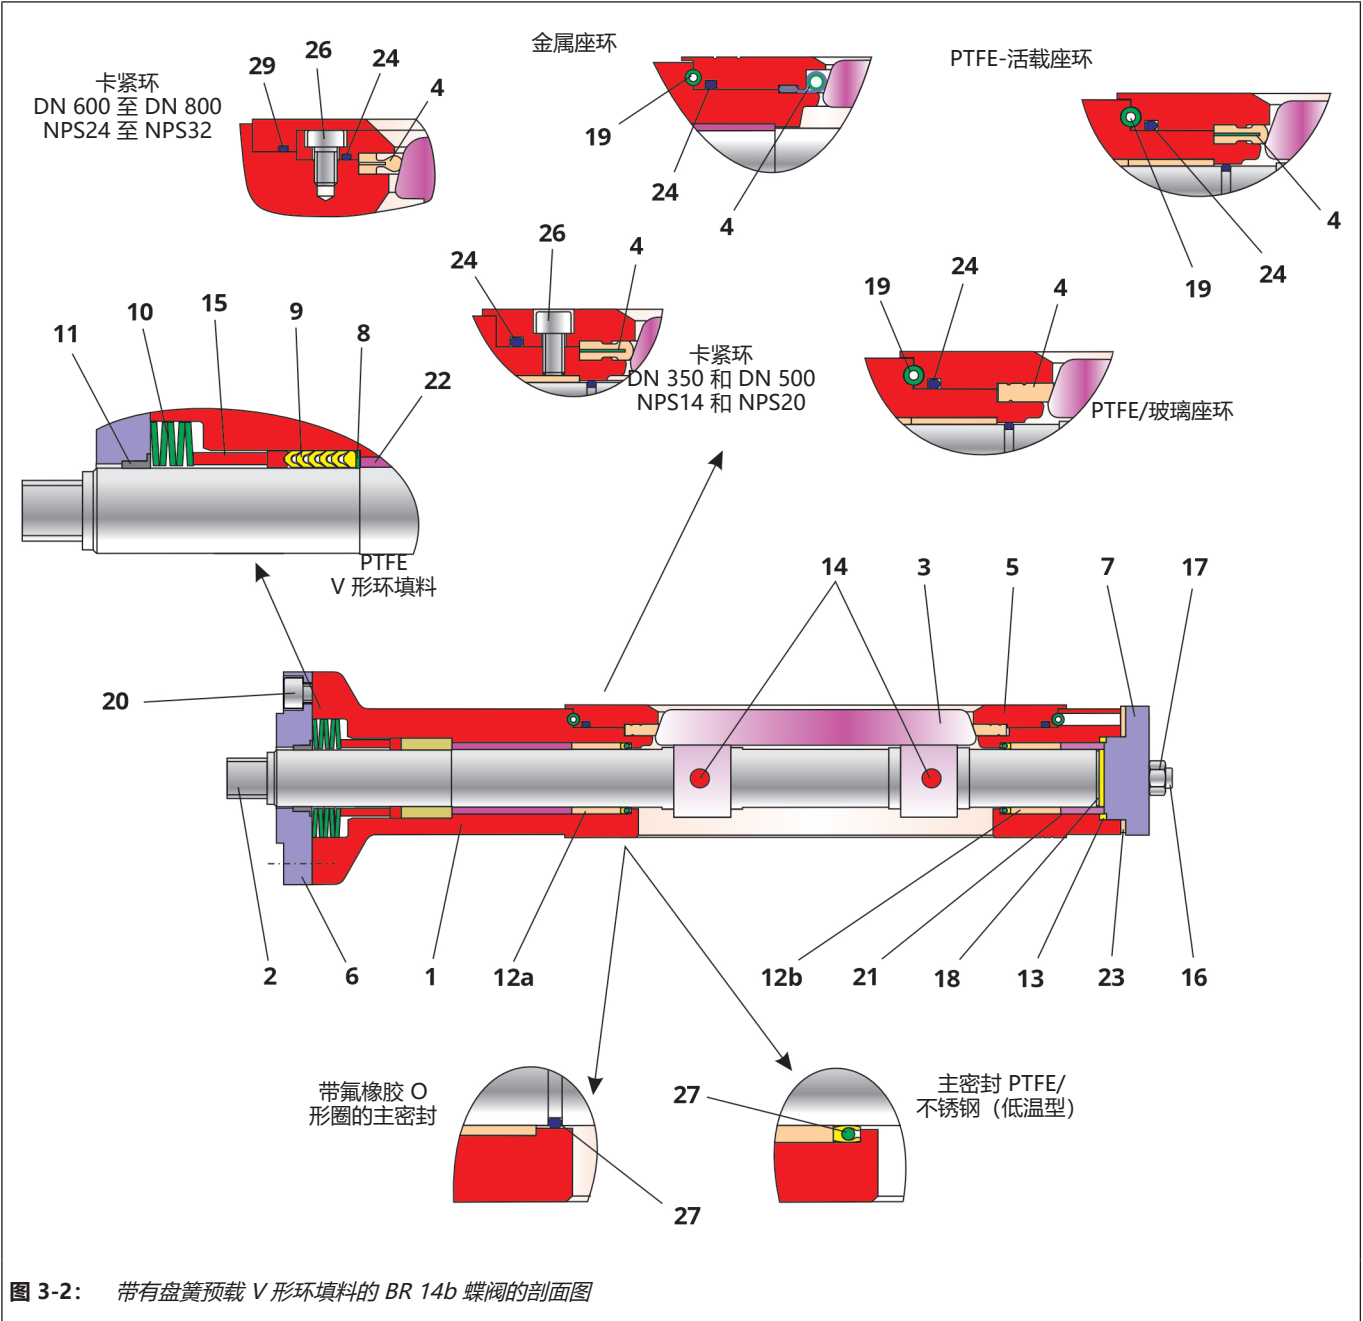

图 3-2： 带有盘簧预载 V 形环填料的 BR 14b 蝶阀的剖面图
- ⇒ 推动 PTFE V 形环填料 (9) 经过控制轴上方进入阀体孔径，且用组装套筒将其压入。请参阅剖面图 3-2，了解 V 形环填料的排布。
- ⇒ 推动止推环 (15) 经过控制轴，并在阀体中将其压入到位。
- ⇒ 插入盘簧组 (10)。请参阅剖面图 3-2，了解盘簧的排布。
- ⇒ 将轴承套 (11) 压入填料箱法兰 (6)。
- ⇒ 将预组装填料箱法兰 (6) 顺畅地装配在阀体法兰上方，并用螺钉 (20) 进行调整。
- ⇒ 以交叉方式匀力拧紧螺钉 (20)。